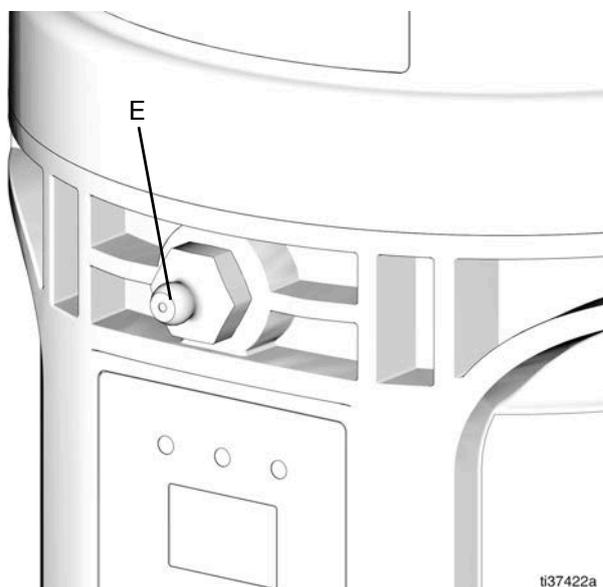

FIG. 17
1. Conecte la manguera de llenado al racor de engrase Zerk de llenado de entrada (E) (FIG. 17).